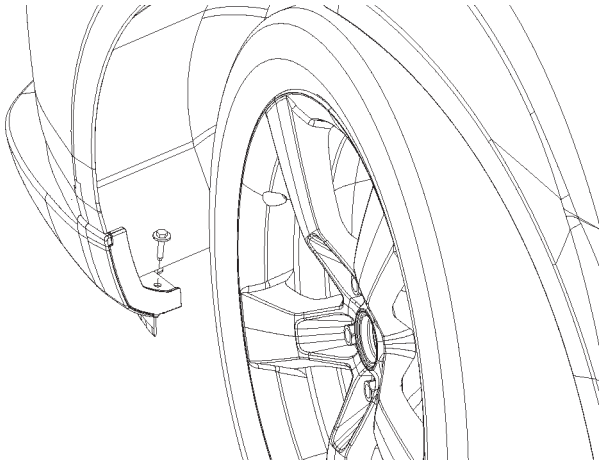

FIGURA 57
19. Introduzca el tornillo en la ubicación de la tuerca en U, en el hueco de la rueda. 1 en cada lado. Apriete a 6 pies-lb. (8.13 N.m). Consulte la figura 57.